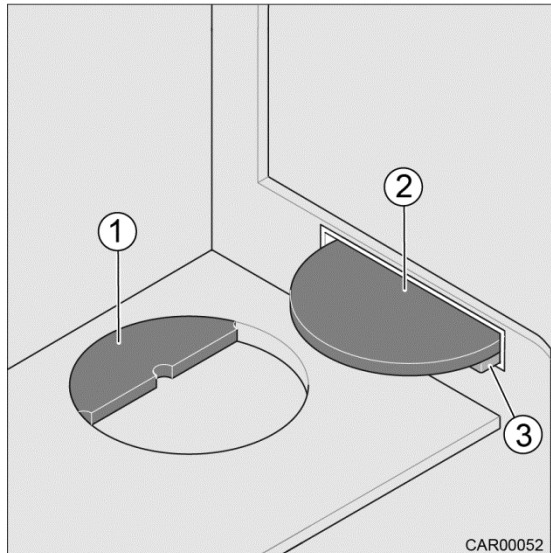

Fig. 95 Recouvrements des éviers
8. Ouvrir le bouton-pression (fig. 95/3) et ainsi desserrer les blocages de la paroi de séparation.
On peut ranger les recouvrements (Fig. 95/1 et 2) dans un logement sous l'évier.
Le recouvrement (Fig. 95/2) peut faire office de dépose d'appoint.
1. Retourner le recouvrement (Fig. 95/2).
2. Tenir le recouvrement en l'inclinant légèrement et introduire l'arête droite de manière régulière par le haut dans les supports (Fig. 95/3).